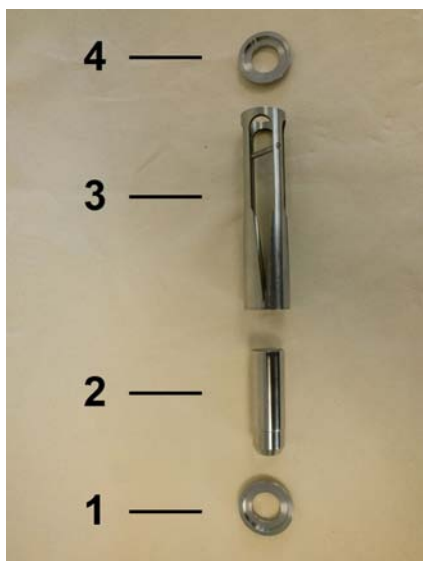

Abb. 45: Innenteile
- 6.** ➤ Zentrierscheibe (Eingang) (Abb. 45/1), Schwebekörper (Abb. 45/2), Schlitzdüse (Abb. 45/3) und Zentrierscheibe (Ausgang) (Abb. 45/4) als Innenteile des Strömungswächters